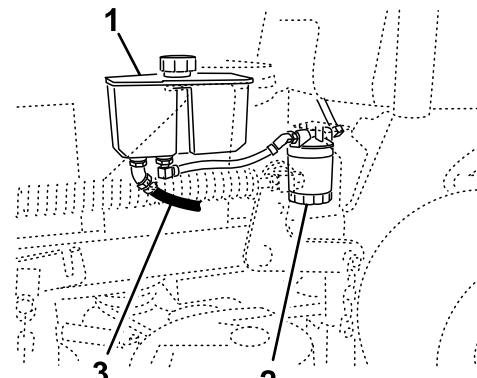

Figure 72
4. Trouvez le flexible hydraulique avant sous le réservoir hydraulique et placez un bac de vidange sous le réservoir (Figure 72).